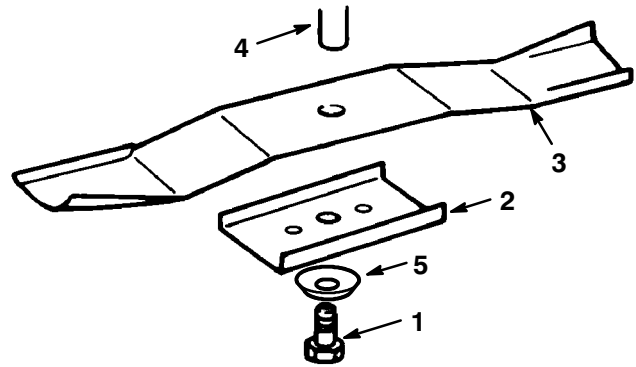

Bild 26
1. Bringen Sie das Schnittmesser, den -halter, die Scheibe und die Messerschraube an (Bild 26).